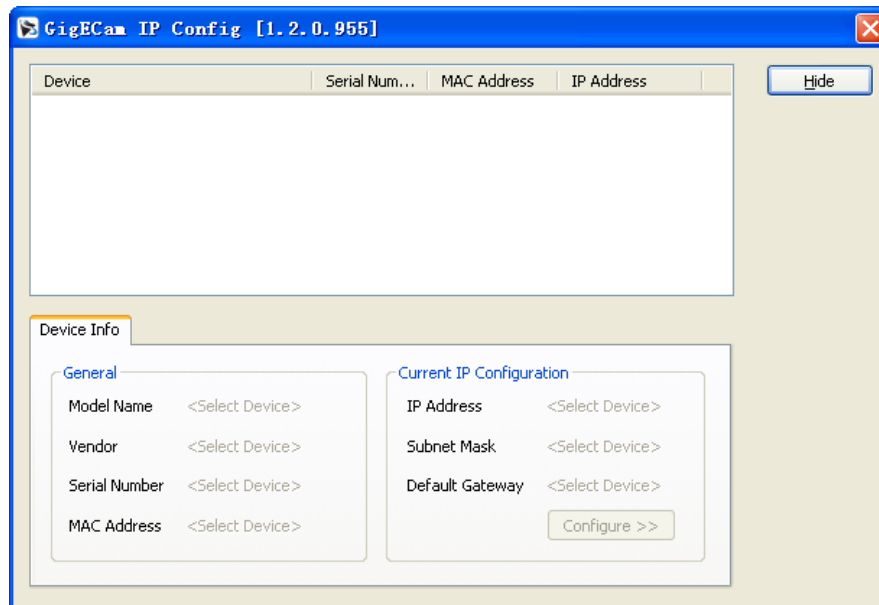

图 2 IP Configer
1、启动计算机，双击 `gigecam_driver.exe`，按照提示安装驱动。安装完成可选择立即运行。如图 2 所示。